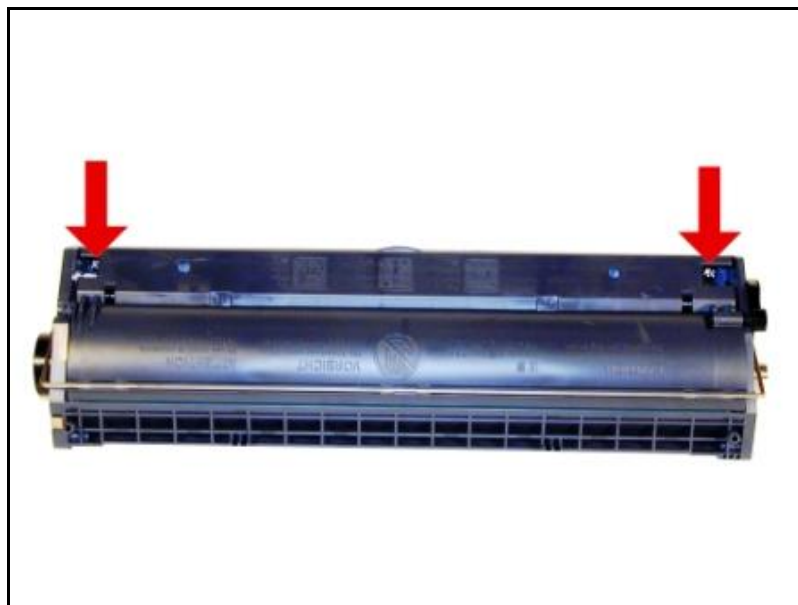

Ilustración 35
27. En la unidad de tambor, retirar los dos tornillos del borde del cartucho. Estos se encuentran a nivel profundo y se ubican junto a la barra de la cubierta del tambor. Ver ilustración 35